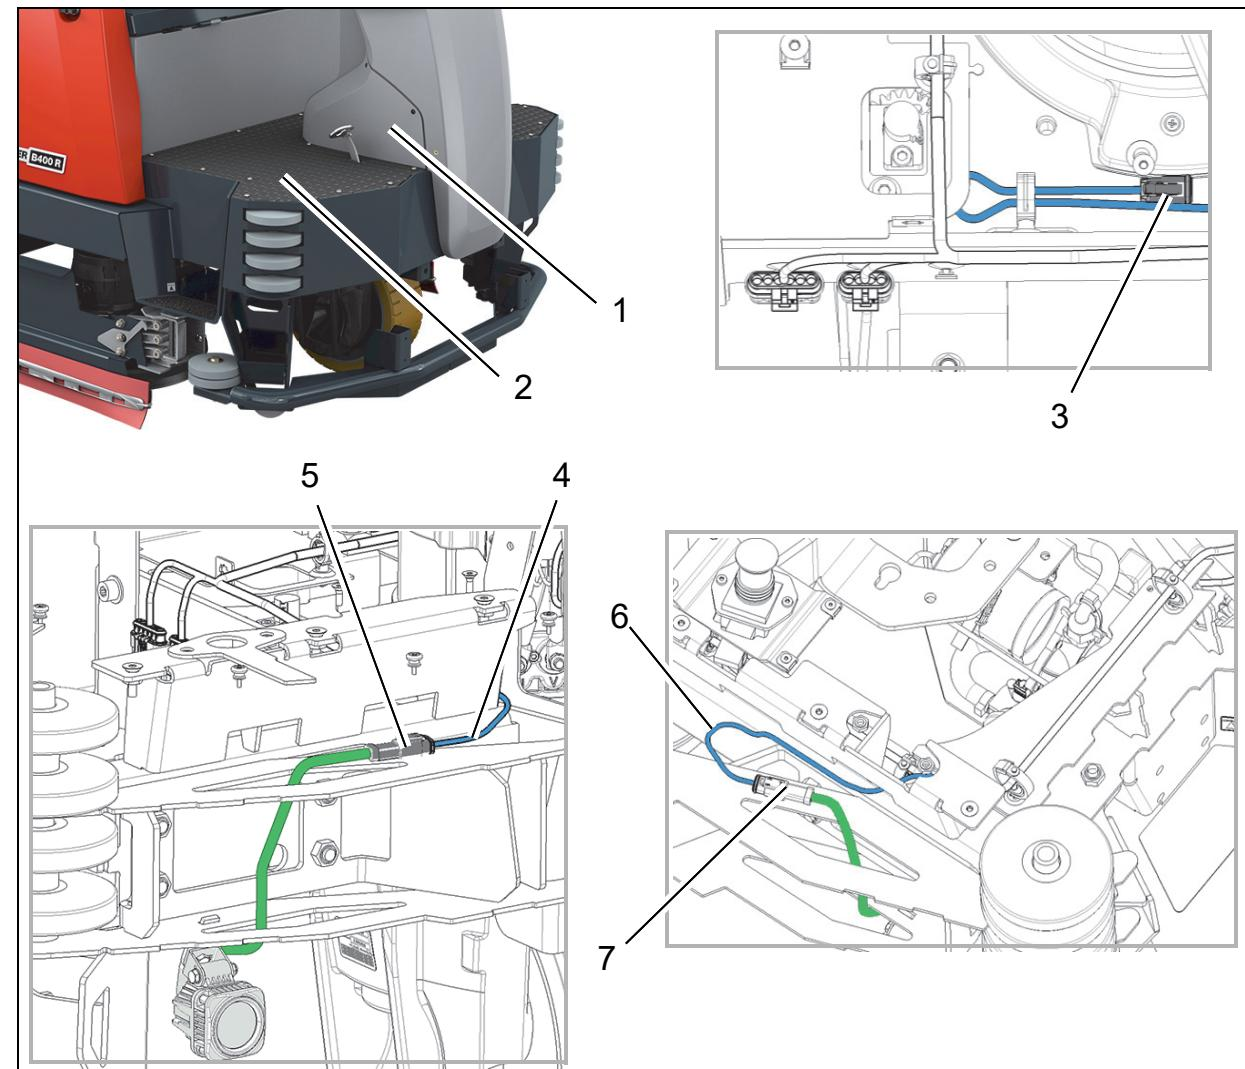

Abb. 2
- Motorabdeckung (Abb. 2/1)
- Bodenmatte (Abb. 2/2)
1. Stecker E11 des Kabelbaums W3 (Abb. 2/3) auf der rechten Seite der Maschine aus dem Kabelbündel lösen und durch die Aussparung auf die Stoßstange führen (Abb. 2/4).
2. Kabel des rechten LED-Arbeitsscheinwerfers nach oben führen und dort mit Stecker E11 verbinden (Abb. 2/5).
3. Auf der linken Seite der Maschine den Stecker E1/Kabelbaum W3 aus dem Kabelbündel unter dem Bodenblech nach vorn auf die Stoßstange führen (Abb. 2/6).
4. Kabel des linken LED-Arbeitsscheinwerfers nach oben führen und dort mit Stecker E1 verbinden (Abb. 2/7). Kabelüberlängen in Schleifen legen und im Kabelbündelhalter fixieren.